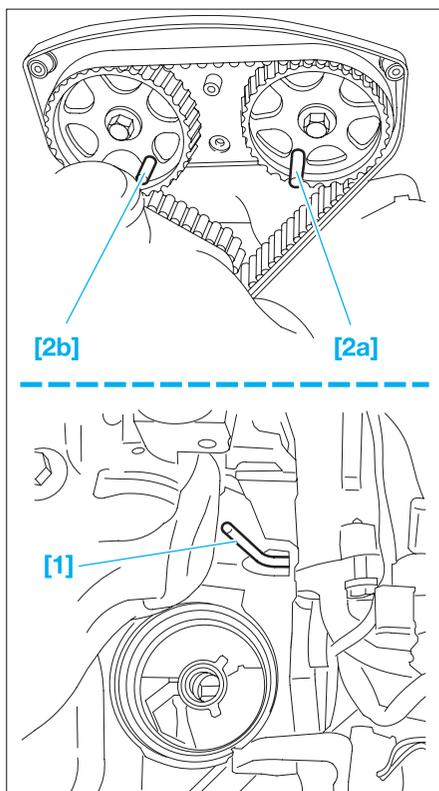

FIG. 13
- Tourner le moteur dans le sens normal de rotation par la vis de roue dentée de vilebrequin ou par la roue avant restante en place, rapport de 4e ou 5e engagé, de façon à pouvoir introduire une pige (1) de Ø 6 mm (ref. 4507-T.A) (Fig.13) dans le volant moteur, à travers le bloc-cylindres.